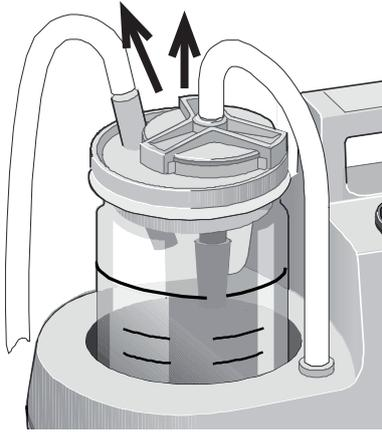

Bild 6.
- Entfernen Sie die Anschlussschläuche (Saugschlauch und Geräteanschlusschlauch (Bild 6).